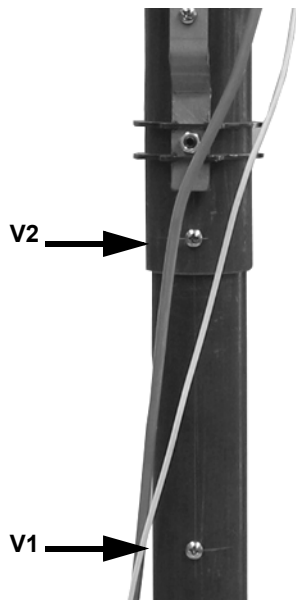

Fig. 16
- 1 Extraer los tornillos **V1** y **V2** indicados en Fig. 16.